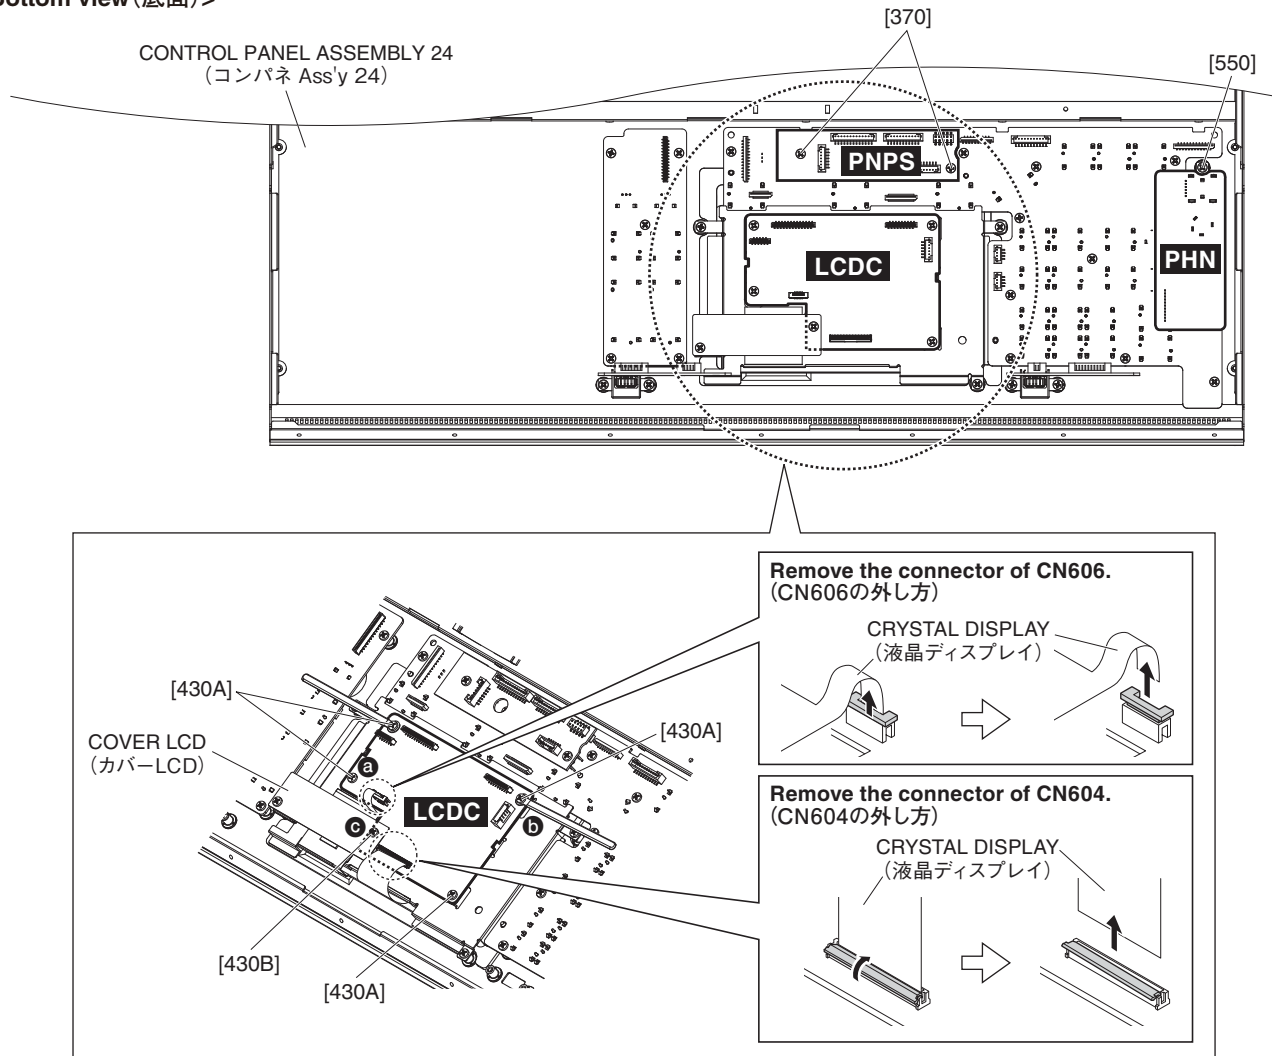

Fig. 14 (図14)
- B-1-3 Remove the four (4) screws marked [430A] and the screw marked [430B]. The LCDC circuit board can then be removed. (Fig. 14)
- * See Fig. 14 for how to remove the connector from CN604 and CN606.
- * When installing the LCDC circuit board, tighten the screws marked [430A] and [430B] in the order a → c shown in Fig. 14 in numerical order and then tighten the other screws.
- B-1-3 [430A] のネジ 4 本と [430B] のネジ 1 本を外して、LCDC シートを外します。(図 14)
- ※ CN604 と CN606 のコネクタの外し方は、図 14 を参照してください。
- ※ LCDC シートを取り付ける際は、図 14 に示す a → c の順に [430A] と [430B] のネジを締めてから他のネジを締めてください。
- B-3-4 Remove the screw marked [550]. The PHN circuit board can then be removed. (Fig. 14)
- B-4-3 Remove the two (2) screws marked [370]. The PNPS circuit board can then be removed. (Fig. 14)
- B-3-4 [550] のネジ 1 本を外して、PHN シートを外します。(図 14)
- B-4-3 [370] のネジ 2 本を外して、PNPS シートを外します。(図 14)